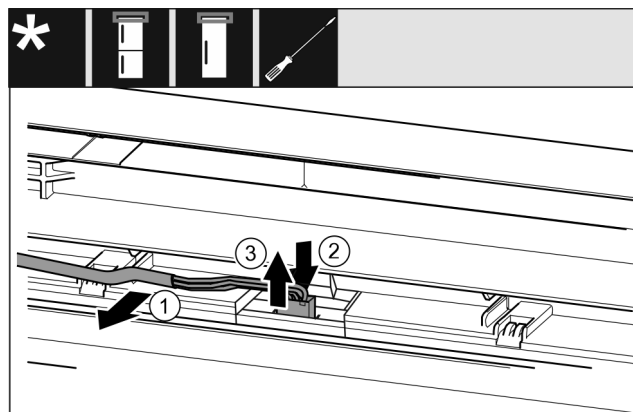

Fig. 18
- ▶ Обережно витягніть сірий кабель з направляючої в дверцятах. Fig. 18 (1)
- ▶ Притисніть назад накладку за штекером. Fig. 18 (2)
- ▶ Обережно витягніть штекер рухом вгору. Fig. 18 (3)